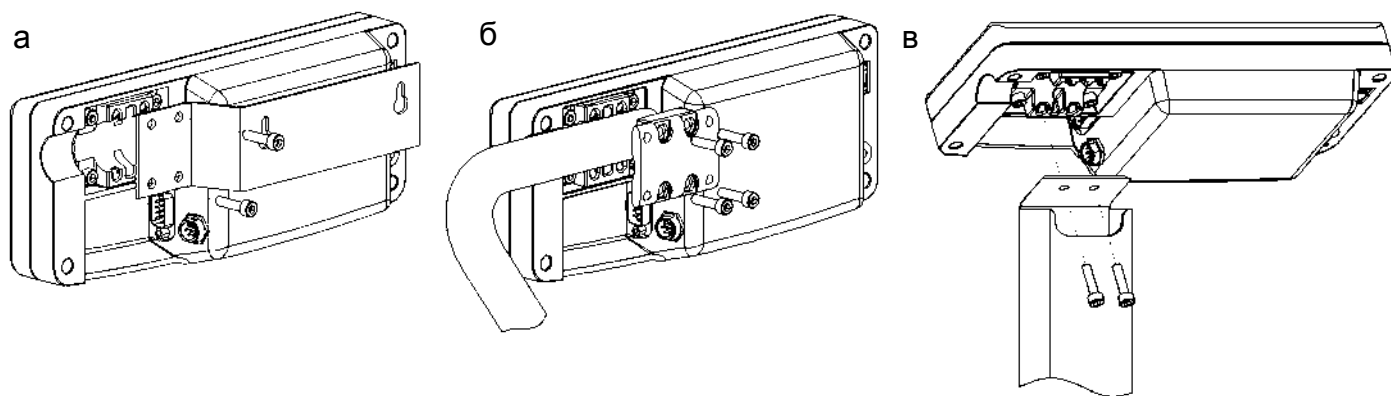

Рисунок 5.5 - Варианты крепления устройства индикации:
- подсоединить двумя винтами M5x20 кронштейн к устройству индикации (рисунок 5.5а);
- закрепить устройство индикации на стойке кронштейном, затянув четыре винта M5x30 с небольшим усилием (рисунок 5.5б). Излишек кабеля заправить в стойку со стороны устройства индикации;
- закрепить двумя винтами М5х20 устройство индикации на стойке (рисунок 5.5в). Излишек кабеля заправить в стойку.
- закрепить двумя винтами М5х20 устройство индикации на стойке (рисунок 5.5в).